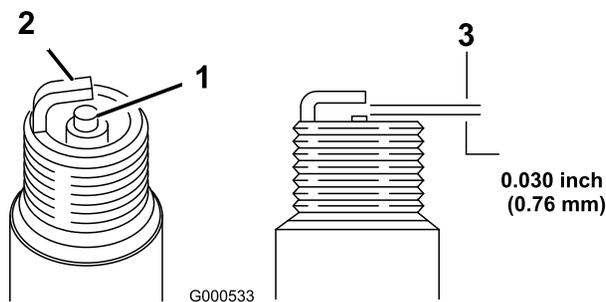

Bild 31
1. Sehen Sie sich die Mitte der Zündkerze an (Bild 31). Wenn der Kerzenstein hellbraun oder grau ist, ist der Motor richtig eingestellt. Eine schwarze Schicht am Kerzenstein weist normalerweise auf einen schmutzigen Luftfilter hin.
2. Prüfen Sie den Abstand zwischen den mittleren und seitlichen Elektroden (Bild 31). Verbiegen Sie die seitliche Elektrode (Bild 31), wenn der Abstand nicht stimmt.